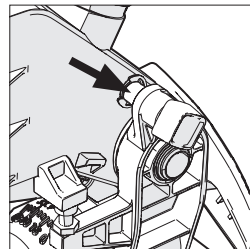

Abb. 16
- Vergewissern Sie sich, dass sich der Schneidkopf in der gesperrten Position befindet. Dabei muss der Kopfrastbolzen vollständig in seiner Halterung eingerastet sein. **(vgl. Abb. 16)**
- Vergewissern Sie sich, dass sich der Schneidkopf in der gesperrten Position befindet. Dabei muss der Kopfrastbolzen vollständig in seiner Halterung eingerastet sein. (**Abb. 16**)
- Ziehen Sie den Kopfrastbolzen (Abb. 16) heraus und lassen Sie den Schneidkopf in seine aufrechte Position fahren.